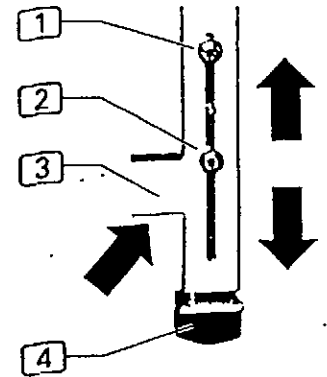

Abb. 1
1. Рис.1 : Приподнять машину подъемником ,для этого подъемную тележку подвести к подъемным точкам (маркировка стрелками) под поперечным основанием. Если установлены вариантыные транспортные ролики, то перед подъемом открыть тормоза.